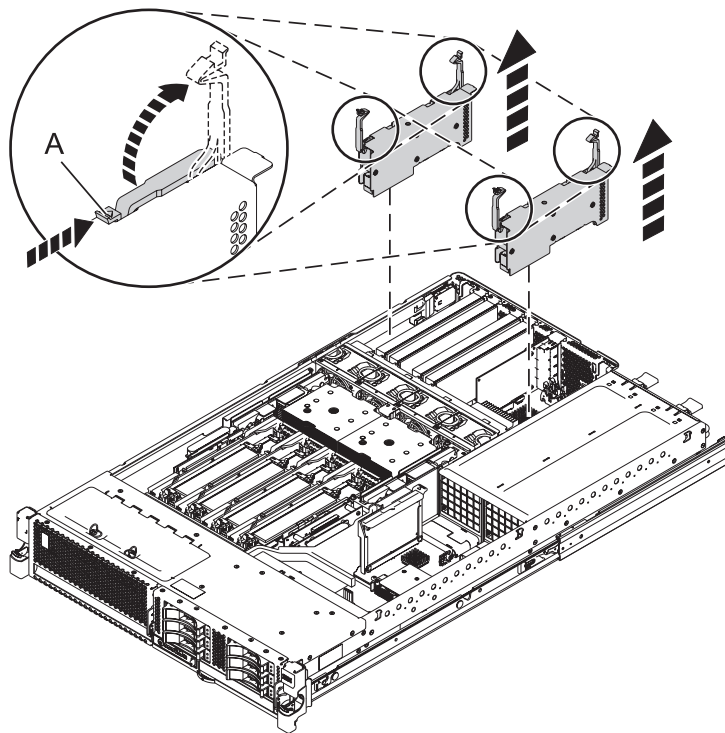

Figura 6. Extracción de adaptador de un sistema montado en bastidor
14. Con el sistema en la posición de servicio, extraiga el conjunto del adaptador existente como se muestra en Figura 6 en la página 9. Desbloquee los pestillos del adaptador. Levante los pestillos hasta la posición de abierto y levante el adaptador para extraerlo del sistema.